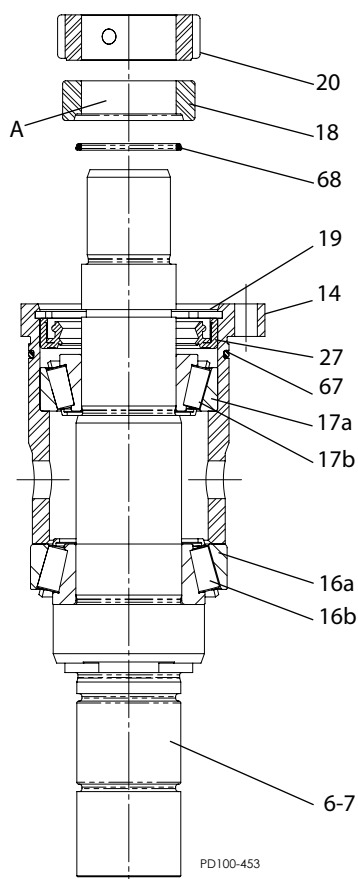

Figura 47 - Asamblarea rulmentului
3. Montați garnitura rulmentului frontal (Figura 47, articol 16a) pe pivotul montat (articolul 16b), urmată de carcasa rulmentului (articolul 14).
6. Montați inelul-o (articolul 68) și mufa sigiliului (articolul 18) pe ax după cum se vede în Figura 47. orientați mufa sigiliului cu canelura spre rulment.